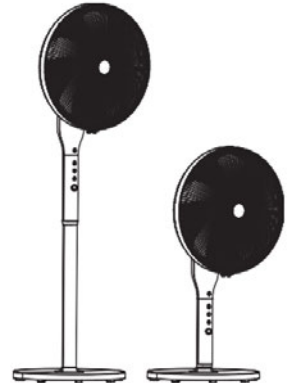

Bild 9
6. Nach der Montage kann der Ventilator an das Stromnetz angeschlossen werden. Weitere Schritte sind der Bedienungsanleitung zu entnehmen (siehe Bild 9).